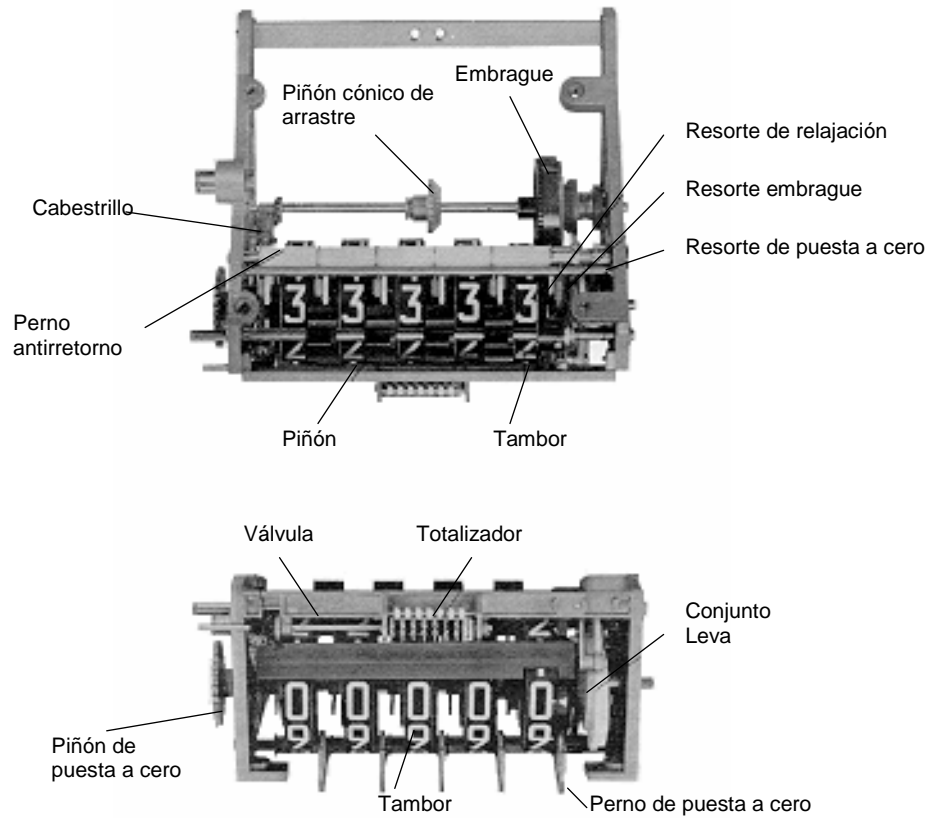

Figura 2. Vista interna del indicador serie 7887
2. El indicador funciona por medio de un eje de arrastre conectado a un conjunto de piñones sobre la placa de engranaje que convierte todas las vueltas de arrastre a la relación apropiada. El piñón cónico de salida del conjunto acciona un piñón cónico, figura 2, que se conecta al eje de arrastre y al conjunto embrague. Si se gira, este eje arrastra un piñón sobre el conjunto embrague que a su vez arrastra un piñón sobre el conjunto tambor derecho. Las vueltas se acumulan en los tambores. Además, este eje de rotación arrastra igualmente el cabestrillo conectado al eje del totalizador de acumulación, así las dos visualizaciones se dirigen desde la misma fuente asegurando un registro preciso de la información. En el momento de la puesta a cero, el embrague se desconecta del eje de arrastre, una válvula se mueve cubriendo los tambores y los pernos de puesta a cero se engranan con las levas sobre los tambores individuales para que vuelvan a la posición 0.